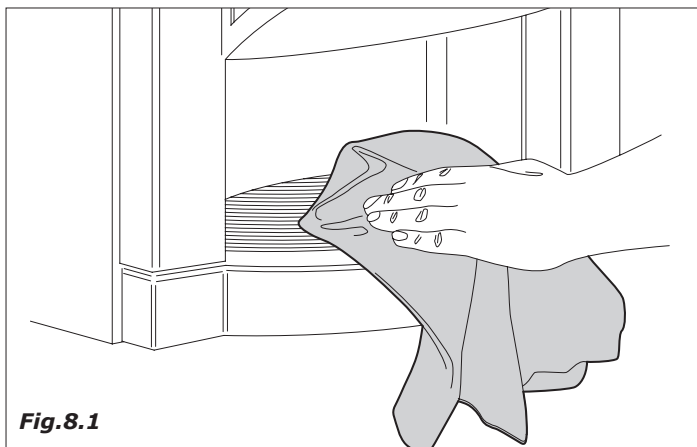
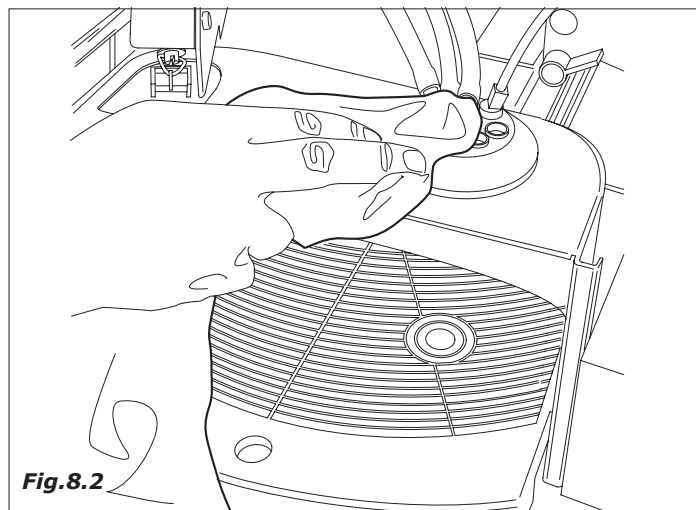

Fig.8.1
Fig.8.2
- pulire tutte le parti in vista della zona di erogazione (Fig.8.1 e Fig.8.2)